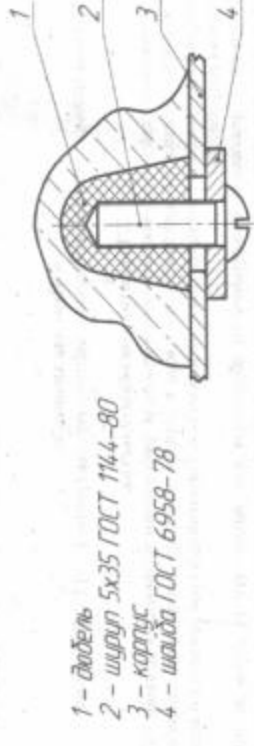

Рис. 3 Узел крепления корпуса облучателя
3.5 Закрепить корпус обучателя к опорной поверхности шурупами 4x35 ГОСТ 11444-80 по разметке согласно рис. 3 на высоте не менее 2 м от пола.